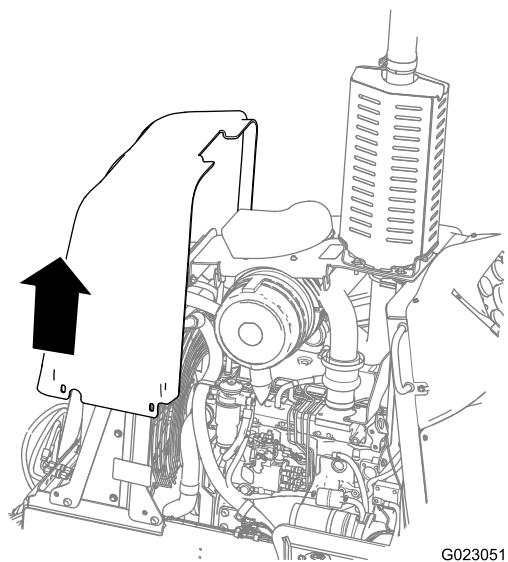

Figure 40
- Soulevez le capot avant verticalement pour le retirer de la machine (Figure 40).
- Posez le capot avant verticalement sur la machine (Figure 40).